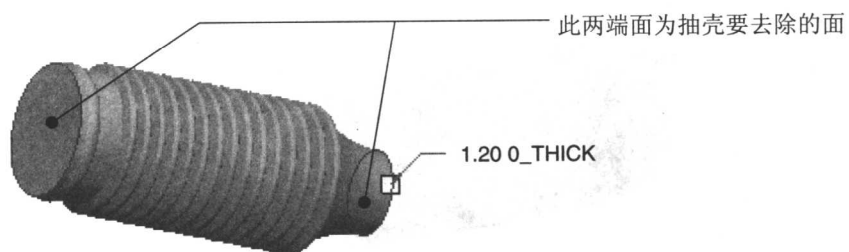

图 1.13 添加抽壳特征
(1) 选择下拉菜单 **插入(I)** **壳(S)...** 命令。
(2) 要去除的面如图 1.13 所示，壁厚为 1.2。